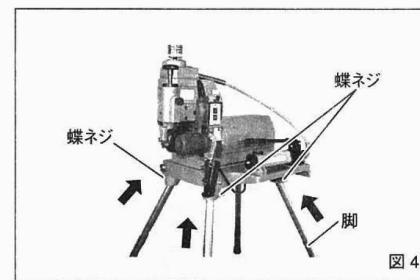

図4
①脚の取付け
- 1.ベースのウラ側にある取付穴に付属の脚(4本)を差し込み、取付穴横についている蝶ネジを締め込んで固定してください。(図4)